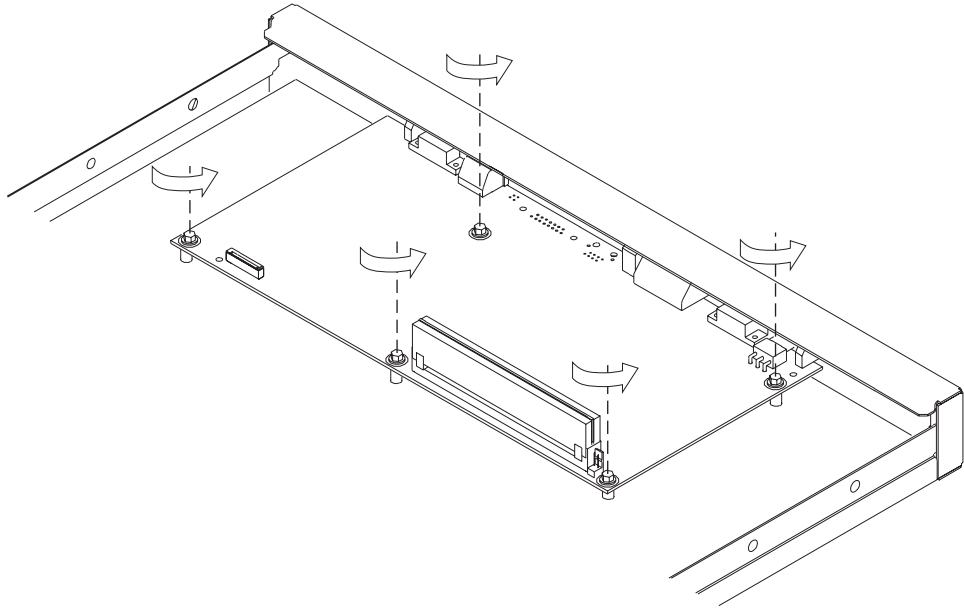
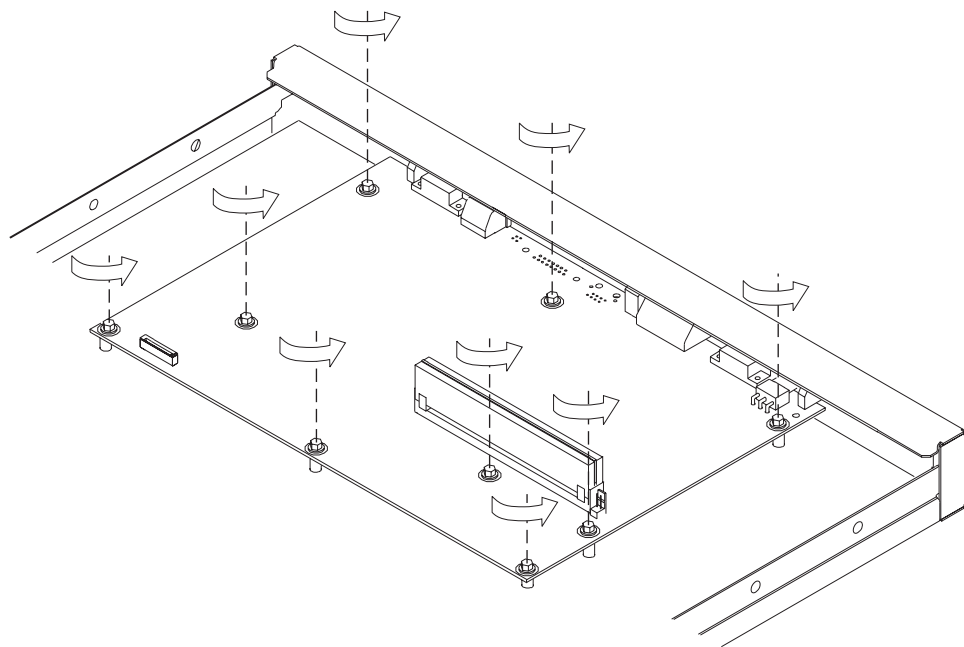

图 4-6. 非 ISDN 系统板 (12x 型)
图 4-7. ISDN 系统板
- 4** 用起子卸除系统板的固定螺钉。第4-6页的图4-6和第4-6页的图4-7显示了支持 ISDN 和不支持 ISDN 的系统板上固定螺钉的位置。